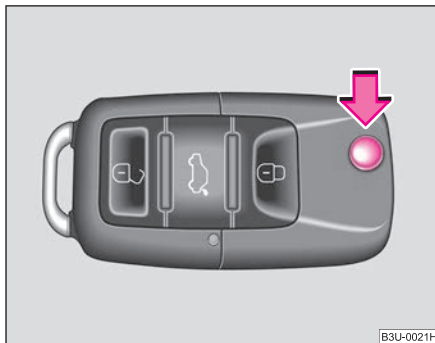

Fig. 19 Cheia rabatabilă
- Apăsați butonul de deblocare ⇒ fig. 19, pentru a rabata cheia în ambele sensuri.